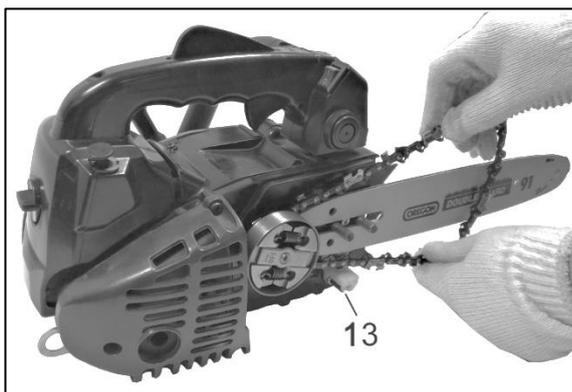

Fig.9
- 6) Monter la chaîne autour du pignon moteur derrière le groupe embrayage. Les dents de la partie supérieure doivent être orientées comme sur le gros plan. (Fig.9)